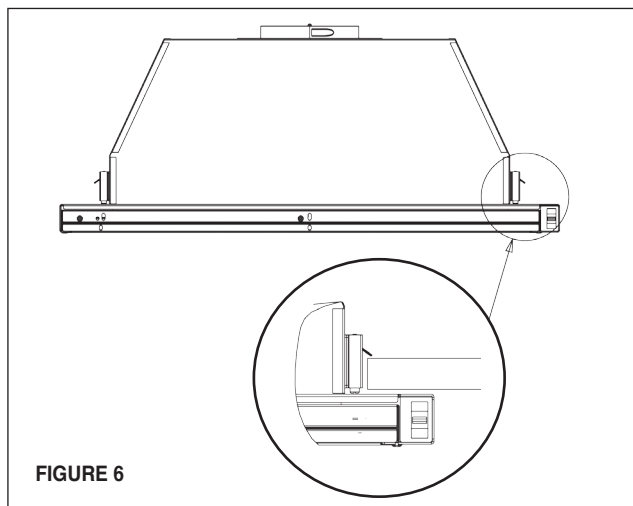

FIGURE 6
3. Installer la hotte sur l'armoire à l'aide de deux fixations à ressort, une de chaque côté de la hotte (FIGURE 6). Placer la hotte dans l'ouverture pratiquée dans l'armoire. Attention de ne pas endommager l'armoire, la hotte ou d'autres appareils.